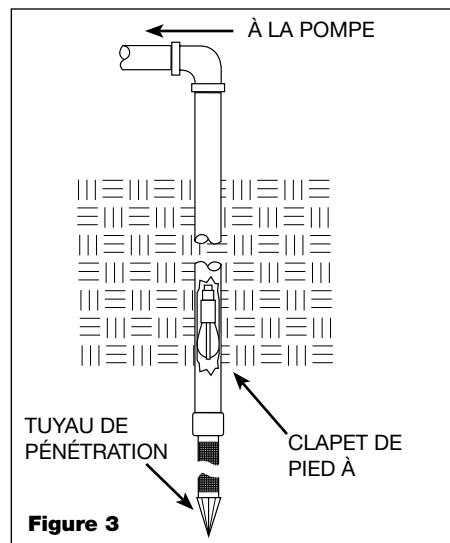

Figure 3
**REMARQUE:** Un clapet de pied à garniture peut être installé dans le puits (Voir Figure 3). Ce type de clapet de pied permet que le tuyau de puits se remplitse d'eau pendant l'amorçage et permet l'inspection facile du tuyau d'arrivée pour des fuites.